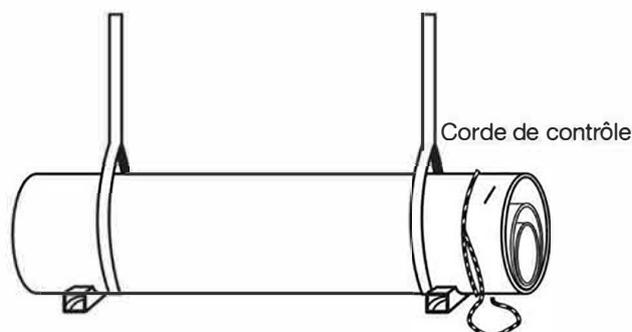

Figure 2-6 Support en deux points pour tuyaux télescopés
- 1 Soulevez toujours le faisceau de tuyaux en utilisant au moins deux sangles souples de levage (**figure 2-6**). Les contraintes, si elles existent, pour l'espacement entre les sangles seront définies pour chaque projet. Assurez-vous que la résistance des sangles est suffisante pour le poids total du fardeau. Celui-ci peut-être calculé à partir du tableau des indications de poids de l'annexe H.